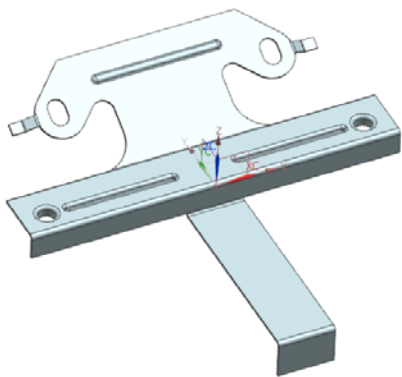

图 4-150 创建筋特征
(5) 在“筋”对话框中，单击“确定”按钮，创建筋特征，如图 4-150 所示。